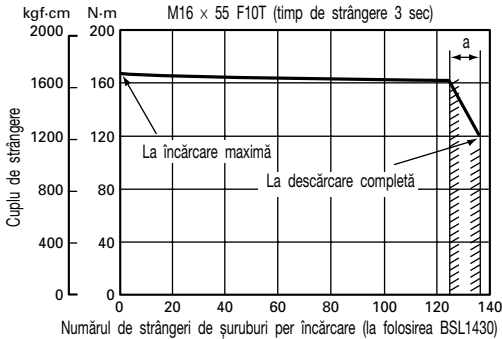

Fig. 21
- (7) Cuplul de strângere variază cu nivelul de încărcare a acumulatorului.
**Fig. 21** prezintă un exemplu al relației dintre cuplul de strângere și numărul de strângeri, pentru WR14DSL. După cum se vede, cuplul de strângere slăbește treptat cu creșterea numărului de strângeri. În particular, pe măsură ce cuplul de strângere scade în apropierea descărcării totale (marginea "a" pe grafic), forța sculei scade, numărul de acționări posibile scade iar valoarea cuplului de strângere descreește abrupt. Dacă se întâmplă acest lucru, verificați valoarea cuplului apoi, dacă este necesar, reîncărcați acumulatorul.